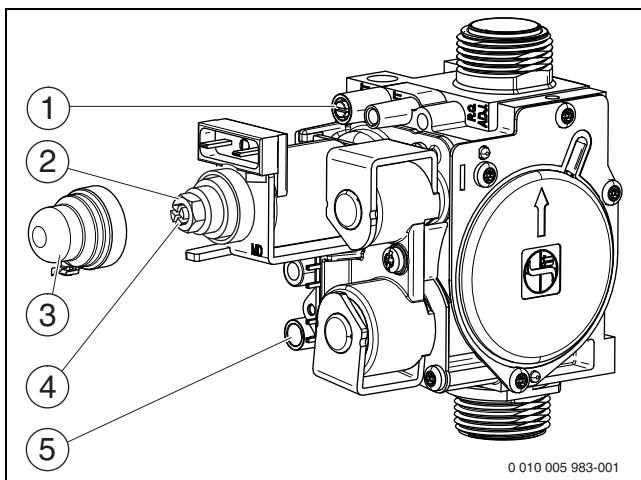

Рис. 32 Газовая арматура
- ▶ Отверните уплотнительный винт штуцера измерения давления на форсунках (рис. 32, [1]) и подсоедините U-образный манометр.
- ▶ Снимите крышку (рис. 32, [3]).
- ▶ Значение «*max*» давления (мбар) на форсунках приведено в таб. на стр. 47. Установите давление на форсунках регулировочным винтом максимального расхода газа (рис. 32, [2]). Поворот направо - больше газа, поворот налево - меньше газа.
- ▶ Значение «*min*» давления (мбар) на форсунках приведено в таб. на стр. 47. Установите давление на форсунках регулировочным винтом минимального расхода газа (рис. 32, [4]).
- ▶ Выключите котёл и закройте газовый кран, отсоедините U-образный манометр и заверните уплотнительный винт (рис. 32, [1]).
- ▶ Отверните уплотнительный винт на штуцере измерения подаваемого давления газа (рис. 32, [5]) и подсоедините манометр.
- ▶ Установите и опломбируйте крышку (рис. 32, [3]).